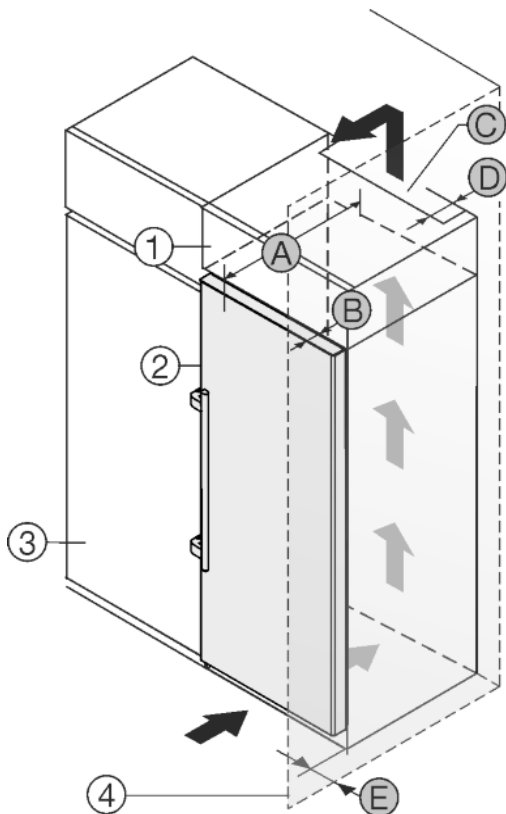

Fig. 23
Spotřebič lze zabudovat do kuchyňských skříní. K vyrovnaní spotřebiče Fig. 23 (2) na výšku kuchyňské linky lze na přístroj nasadit nástavec Fig. 23 (1).
Spotřebič lze instalovat přímo vedle kuchyňské skříňky Fig. 23 (3). Aby bylo možné dvířka plně otevřít, musí spotřebič přesahovat o hloubku Fig. 23 (B) vůči přední linii kuchyňské skříňky. V závislosti na hloubce kuchyňských linek a použití vymeřovačů odstupů od stěny může spotřebič vyčnívat dále.
- Na zadní straně skříňky nástavce musí být větrací šachta hluboká alespoň hloubku Fig. 23 (D) mm přes celou šířku nástavce skříňky.
- Pod stropem místnosti musí být dodržen ventilační průřez Fig. 23 (C).
Pokud je spotřebič se závěsy instalován vedle stěny Fig. 23 (4), musí být dodržena vzdálenost Fig. 23 (E) mezi spotřebičem a stěnou. To odpovídá přesahu madla při otevřených dveřích.